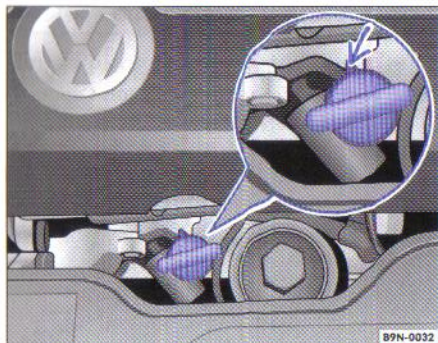

Fig. 9 Compartimentul motor: Joa
- Scoateți joa ⇒ fig. 9.
- Introduceți din nou joa până la limită. Dacă joa este echipată cu un element de prindere ⇒ pagina 36, fig. 9" -săgeata-, atenție ca acesta să se potrivească în elementul de prindere de pe țeava de ghidare.
Dacă joa este echipată cu un element de prindere ⇒ pagina 36, fig. 9" -săgeata-, atenție ca acesta să se potrivească în elementul de prindere de pe țeava de ghidare. În caz contrar, nivelul uleiului nu va fi măsurat corect pericol de defecțiune la motor! ◀